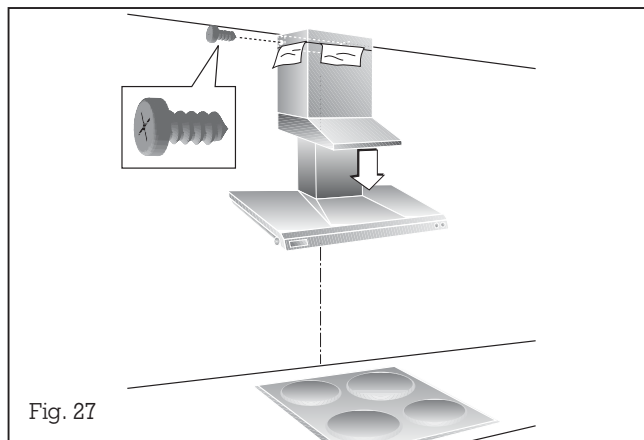

Fig. 27
- Spingete il terminale in basso nella sua posizione finale (Fig. 27).